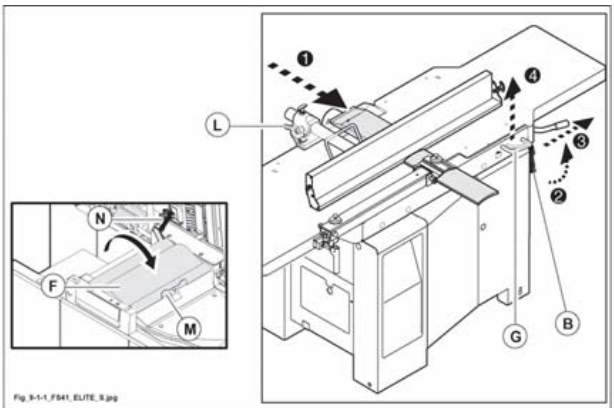

Fig. 9.1-1
allentare la maniglia (L fig. 9.1-1) e spostare la guida filo tutta avanti; riserrare la maniglia (L fig. 9.1-1).
Allentare la leva (B fig. 9.1-1); tirare verso l'esterno la leva (B fig. 9.1-1) (pos.3) e contemporaneamente sollevare le piane a filo agendo sulla maniglia (G fig. 9.1-1);
accertarsi che il bloccaggio (N fig. 9.1-1) apertura piano sia correttamente posizionato.
Ribaltare la protezione convogliatrici (F fig. 9.1-1) assicurandola tramite la molla (M fig. 9.1-1) (la rotazione della protezione agisce nuovamente sul micro riattivando la macchina).
la lavorazione a spessore può avvenire solo se la protezione (F fig. 9.1-1) è in posizione. Questa posizione è verificata da un finecorsa elettromeccanico.